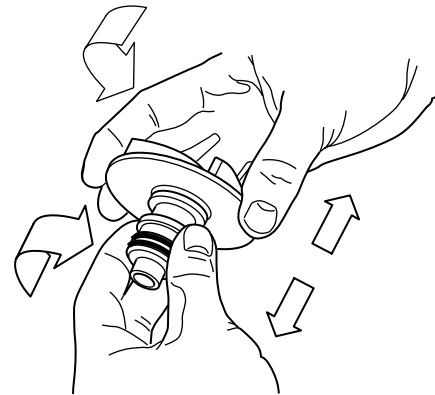

Figura 2
5. Saque con cuidado la parte giratoria del sello del manguito del impulsor, jalando y girando la arandela de estanquidad y el resorte (Figura 2). No dañe la superficie del impulsor en la parte en que el aro impulsor se acomoda y sella.